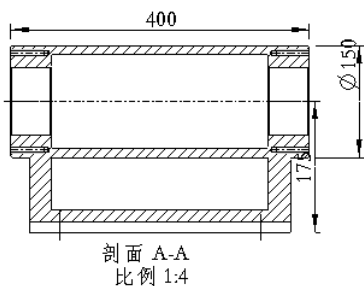

图 5.9.31 基准轴和尺寸显示
Step1. 双击图 5.9.31 所示的左视图。
(1) 单击对话框顶部的  按钮, 在绘图区选中要显示基准轴的视图, 工程图中显示所有的基准轴, 如图 5.9.31 所示, 然后在“显示模型注释”对话框中单击  按钮。
(2) 单击 **应用** 按钮, 显示基准轴。
(3) 单击对话框顶部的  按钮。
(4) 在模型树中选取特征  **旋转 1**, 工程图中显示特征  **旋转 1** 的尺寸, 如图 5.9.31 所示, 然后在“显示模型注释”对话框中单击  按钮。
(5) 单击对话框中的 **确定** 按钮, 完成尺寸显示。
(1) 选取图 5.9.31 所示的尺寸, 右击尺寸文本, 在系统弹出的快捷菜单中选择  **拭除** 命令, 再在图形区的空白处单击, 此时所选尺寸不可见。